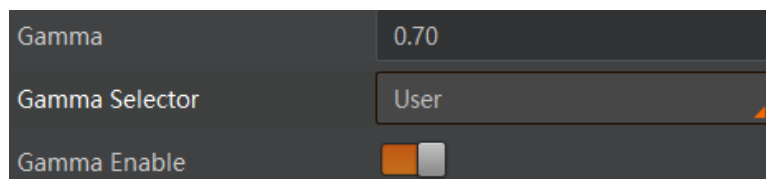

图7-36 User 模式
3. 在 *Gamma* 参数中输入需要设置的数值，参数范围为 0~4，如图 7-36 所示。